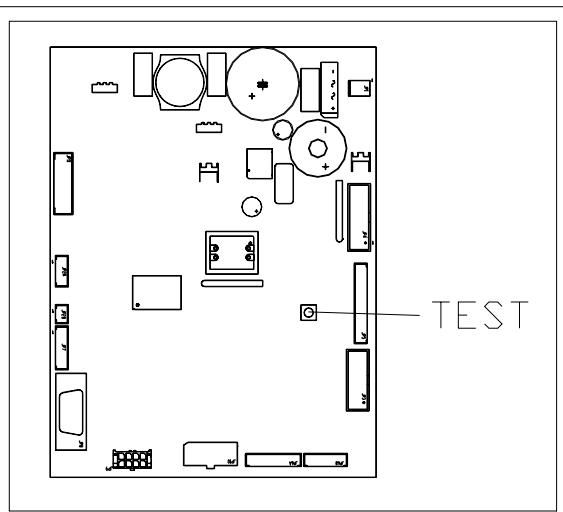

FIG. 7
- Premere il pulsante TEST fig.7 sulla scheda di controllo principale situato nello scomparto del box gettoniera. Sul display comparirà il messaggio "**Selezionare il piatto da ricaricare**".
- Dopo aver introdotto il prodotto nuovo, premere il pulsante **OK** (pulsante Shopper) per registrare la presenza del prodotto nello scomparto e impostarne la data di scadenza al termine della quale la vendita del prodotto sarà inibita. Se non è stato inserito alcun prodotto, premere il corrispondente tasto di selezione per passare allo scomparto successivo. La procedura continuerà, finché tutti gli scomparti saranno stati registrati oppure un altro piatto viene scelto per la ricarica. Il distributore passerà automaticamente dal modo ricarica al modo normale dopo aver analizzato tutti i piatti. Per abbandonare in qualsiasi momento il modo di ricarica premere il pulsante TEST fig.7.
- Quando si ricarica una selezione **Fifo**, ogni scomparto **dove** deve essere ricaricato in ordine di successione senza lasciare dei vuoti. Se non si hanno prodotti sufficienti per riempire una selezione Fifo: premere il pulsante **OK** dopo aver caricato l'ultimo prodotto e quindi abbandonare la ricarica (pulsante TEST fig.7) oppure selezionare il piatto successivo da ricaricare.
- 2) Premere il pulsante TEST fig.7 sul pannello di controllo principale dello scomparto del box gettoniera. Sul display comparirà il messaggio "**Selezionare il piatto da ricaricare**".
- 5) Premere il pulsante TEST fig.7 per uscire dalla VENDITA LIBERA